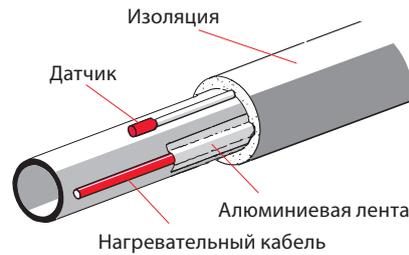

Рис. 7
1. Один или несколько кабелей прокладываются по прямой вдоль стенки трубы, см. рис. 7 и 8.